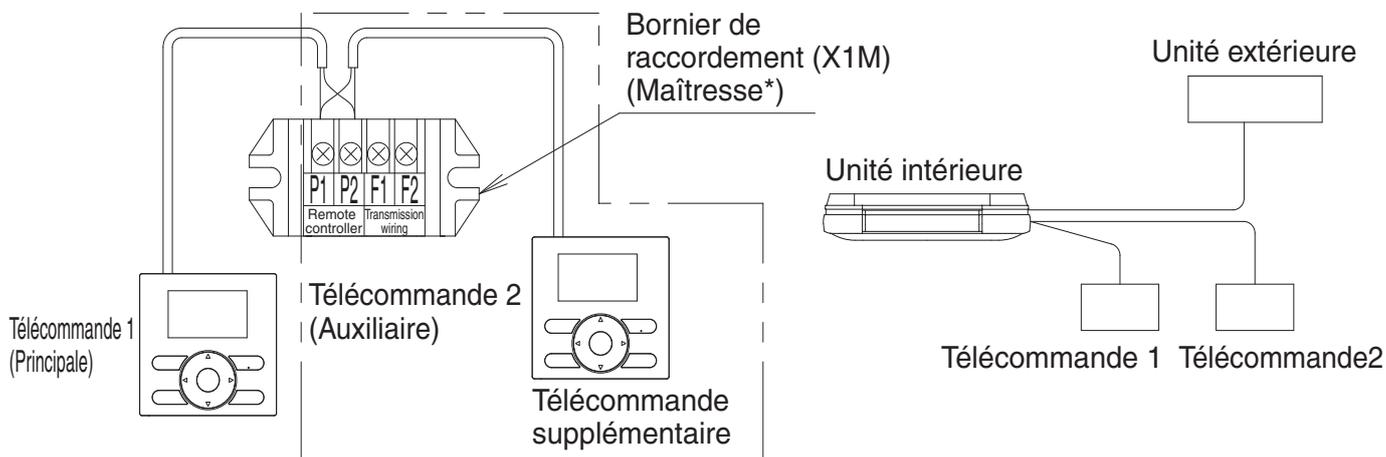

Fig. 46
(1) Retirez le couvercle du boîtier de commande selon le **"8-3 MÉTHODE DE CONNEXION DU CÂBLAGE"**.
(2) Effectuez un câblage supplémentaire depuis la 2ème télécommande (Aux.) aux bornes (P1·P2) de câblage de la télécommande sur le bornier (X1M) dans le boîtier de commande. (il n'y a pas de polarité.) **(Reportez-vous à la Fig. 46)**